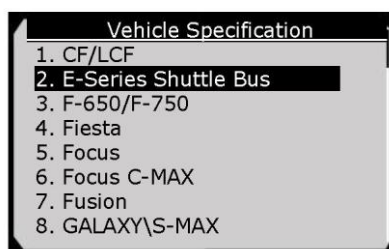

Рисунок 6-12
6) Выберите конкретную серию автомобиля в меню **Vehicle Specification [Спецификация автомобиля]**. См. рисунок 6-12.